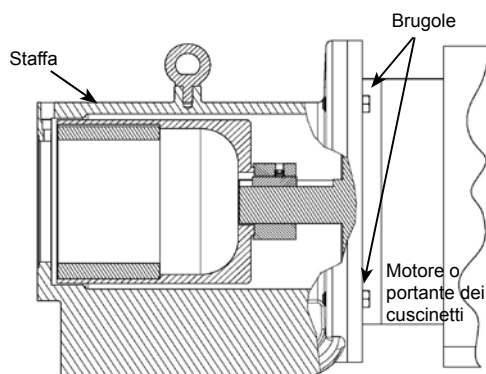

FIGURA 12
5. Dovrebbe essere possibile ispezionare a vista il magnete esterno dall'estremità della staffa. Se si rende necessaria la rimozione, cominciare togliendo le (4) brugole (vedere la figura 12) e separare la staffa dal rotore o dal portante dei cuscinetti. Allentare le 2 viti di fermo sul mozzo dell'involucro esterno ed estrarre il magnete esterno facendolo scivolare dall'albero. Nelle unità dotate di portante dei cuscinetti, vedere pagina 8 per le istruzioni di smontaggio della sede del portante dei cuscinetti.